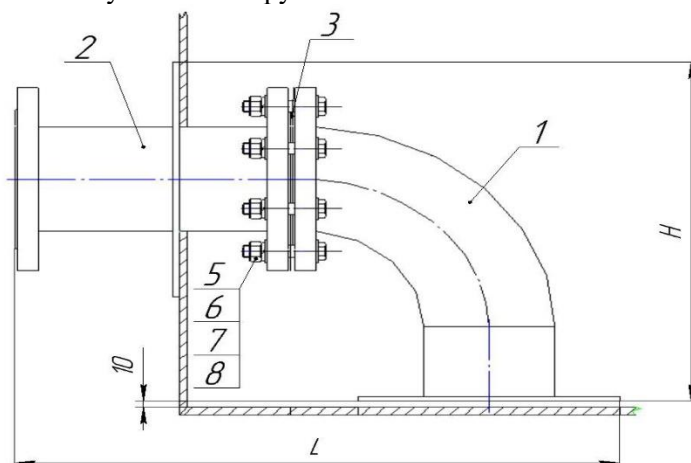

Рисунок 2 – Патрубок зачистной с фланцевым соединением
- Патрубок ПЗ-Ф – с фланцевым соединением (рисунок 2) состоит из следующих основных частей: отвода 1 с фланцем, приемо-раздаточного патрубка 2 с фланцем, усиливающей накладкой для усиления места установки патрубка в резервуаре. С патрубком ПЗ-Ф в комплекте поставляется прокладка 3 и крепеж 5,6,7,8.